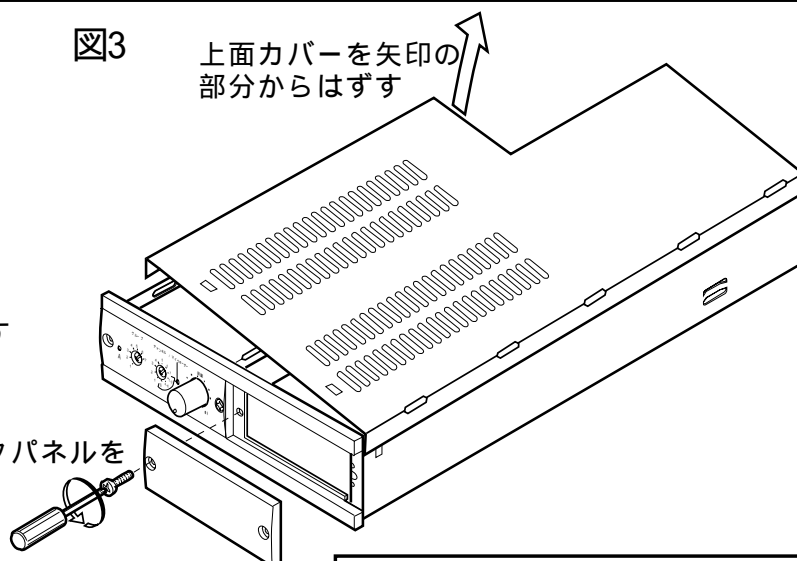

図4
4. 本機内部のユニット固定金具をはずしてください。(図4参照)